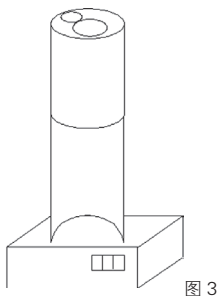

图 3
- ◆ 用塑料管、塑料板、LED 发光管、调光按钮制作成光源座，见图 3。